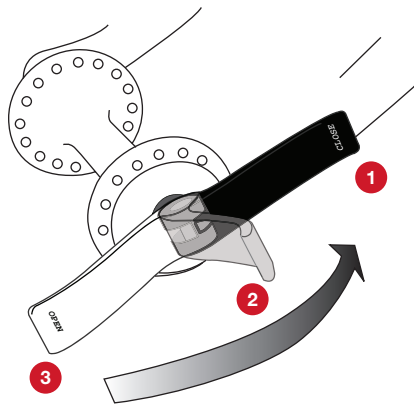

Figura 40. Posiciones de la leva:
1. Mueva la leva del mecanismo de cierre rápido a la posición OPEN (Figura 40, 3) y coloque la rueda de manera que toque totalmente la superficie interna de los extremos de la horquilla.
2. Con la leva en la posición de ajuste (Figura 40, 2), apriete la tuerca de ajuste (Figura 27) hasta que esté ligeramente apretada.
3. Cierre el mecanismo de cierre rápido: con la leva en la palma de la mano, muévala a la posición CLOSE (Figura 40, 1).